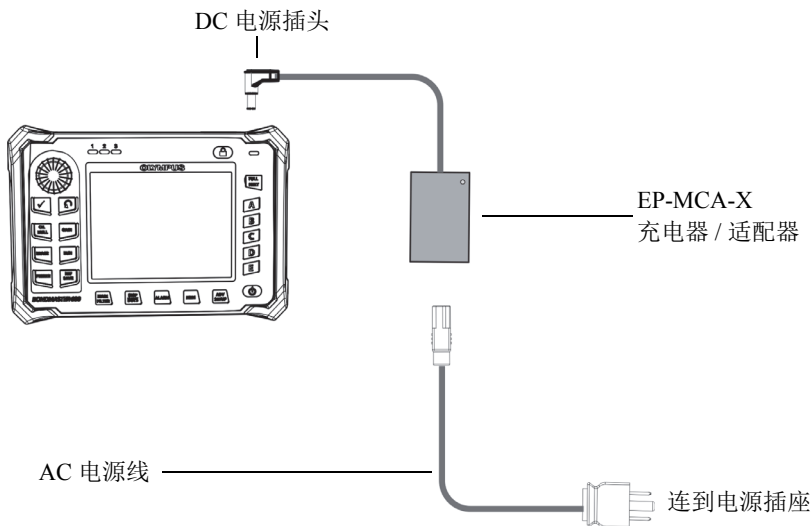

图 2-7 连接充电器 / 适配器
1. 将 AC 电源线的一端连接到充电器 / 适配器，另一端连接到适当的电源插座（参见第 28 页的图 2-7）。